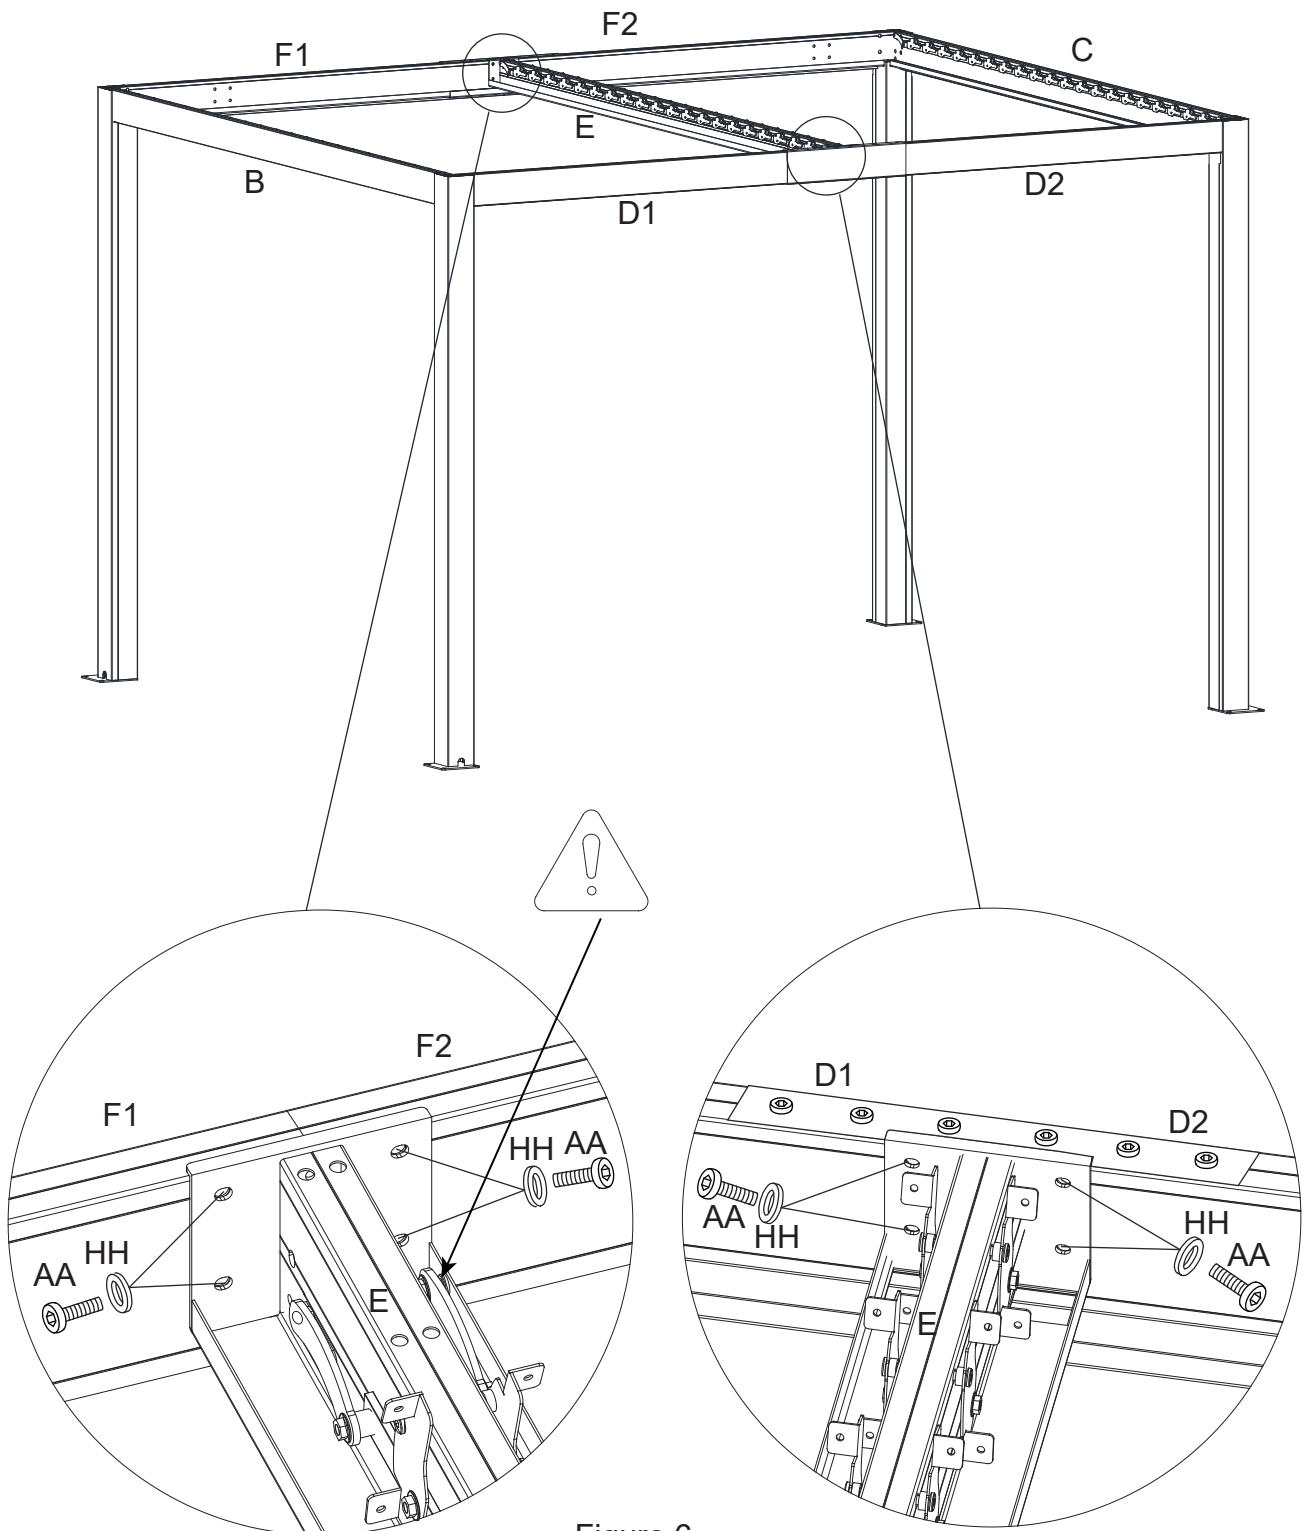

Figure 6
Figure 6. Reliez une extrémité de la traverse centrale (E) aux traverses avant (D1/D2) et l'autre extrémité de la traverse centrale (E) aux traverses arrière (F1/F2), À l'aide des boulons (AA) et des rondelles (HH).